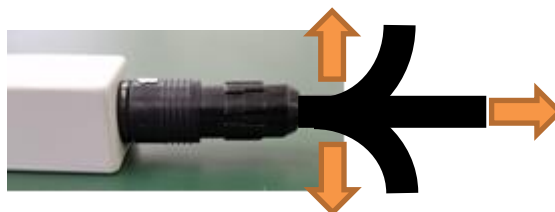

図 5. 1 コネクタへの負荷
- (1) DAIF-1500 のコネクタ端子へは 24V が供給されます。24V に対応した力覚センサ DynPick 以外を接続しないで下さい。
- (2) 仕様外の温湿度環境や直射日光の当たる場所での保管、動作はしないで下さい。また、水や油、粉塵環境で使用しないで下さい。
- (3) 電源投入時に接続端子を間違えないよう注意して下さい。接続端子を間違えた場合、内部の回路がショートし、故障する可能性があります。内部には保護回路は搭載されていません。
- (4) 精密部品が搭載されています。製品の落下、過度な衝撃は故障の原因となりますので十分にご注意ください。
- (5) 入出力コネクタ嵌合後、図 5. 1 の矢印に示した方向に 30 N 以上の荷重をケーブルに加えないで下さい。コネクタの破損の原因となります。
- (6) 電源・電圧出力ケーブルを引っ張らないで下さい。断線の原因となります。
- (7) 仕様の範囲内でお使い下さい。仕様範囲外でのご使用は故障の原因になります。